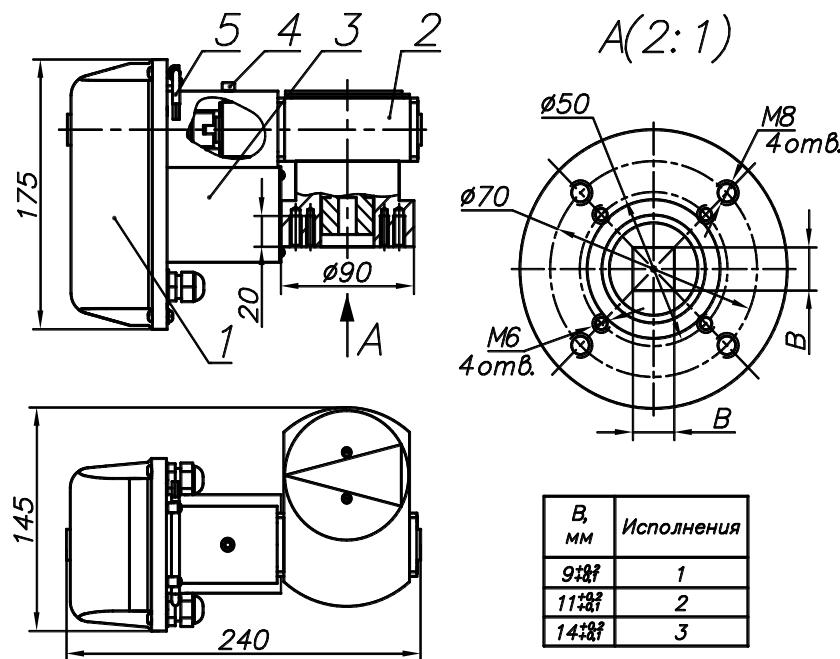

Рисунок 1 - ВЭО-15
- электропривод (см. рис.1 – поз.1);
- редуктора (см. рис.1 – поз.2).